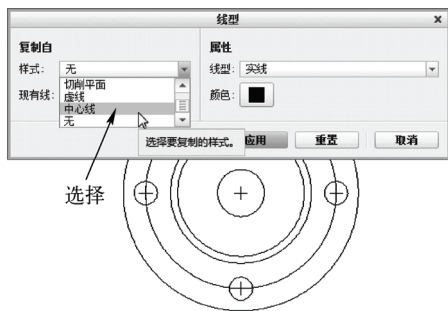

图 3-49 选择“中心线”选项
STEP 03 弹出“线型”对话框, 在“复制自”选项区中单击“样式”下拉列表框, 在弹出的列表框中选择“中心线”选项, 如图 3-49 所示。